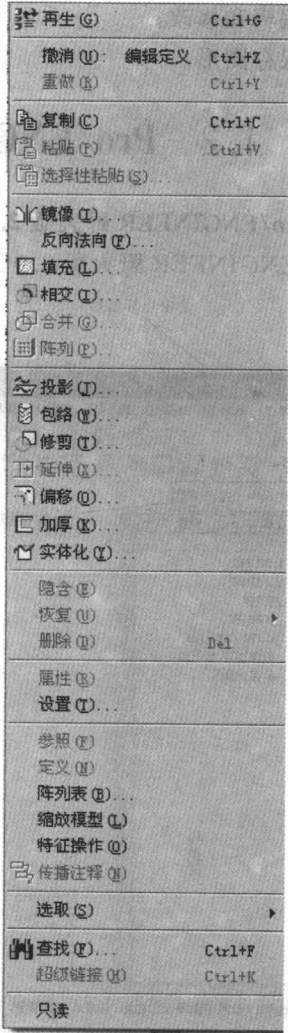

图 1-3 【编辑】菜单
(2) 编辑：包括对模型进行操作的命令，主要用于对所建立的特征进行编辑管理，如图 1-3 所示。